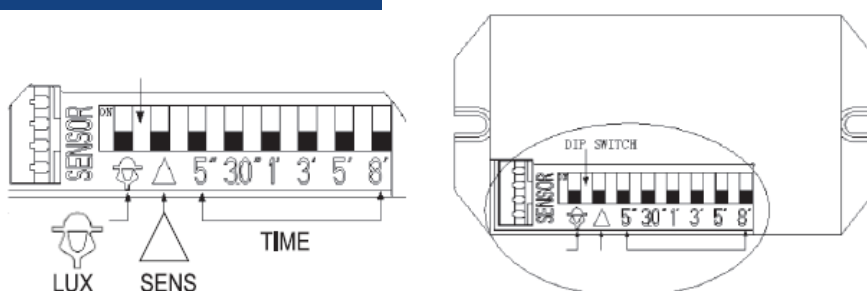

fig.4
- Réglez l'interrupteur LUX vers le bas (fig 4)
- Réglez l'interrupteur SENS vers le bas (fig 4)